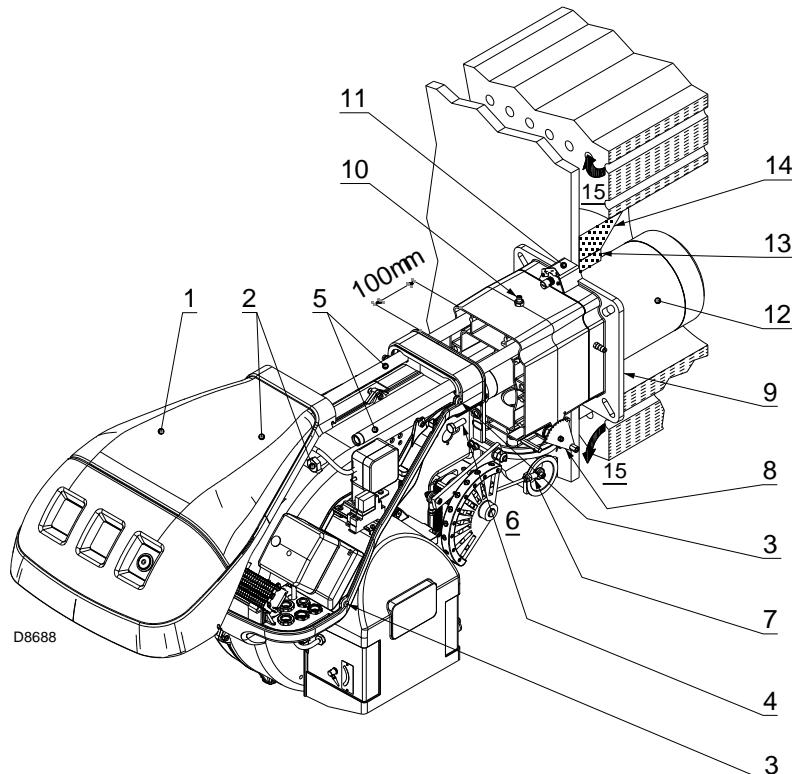

图 12
燃烧筒 12)(图 12)长度的选择必须符合锅炉制造商的要求，在任何情况下都应长于锅炉炉门安装炉补后的厚度。
带前烟道 15)(图 12)或中心回焰式炉膛的锅炉其使用耐火材料制成的保护性炉补 13)必须装于锅炉炉补 14)和燃烧筒 12)之间。
从燃烧器上取下燃烧头，如图 12 所示。
一旦上述操作 (如必要) 已经完成，固定法兰 11)(图 12) 到锅炉钢板，并在中间插入随附的隔热垫 9)(图 12)。
- 将燃烧器重新装回到滑杆 3) 上，距管路连接处 4) 约 100mm，此时燃烧器位置如图 12 所示；